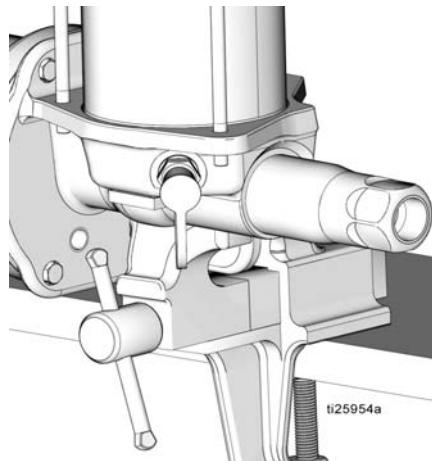

图 11
6. 在老虎钳中夹紧泵底座，如 图 11 所示。使用软夹老虎钳或将布放入老虎钳卡爪中，保护泵底座的表面。